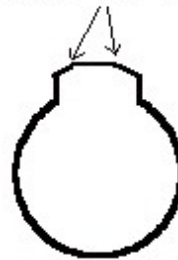

fig. 3.3.1
3.3.1 Vous pourrez employer les mêmes techniques que pour supprimer les endroits convexes, c'est à dire le racloir (§ 3.1.1), la lime-aiguille plate (§ 3.1.2) ou la lame de couteau (§ 3.1.3) en travaillant sur toute la longueur des arêtes qui séparent ces facettes (voir fig. 3.3.1 & les photos ci-dessous)